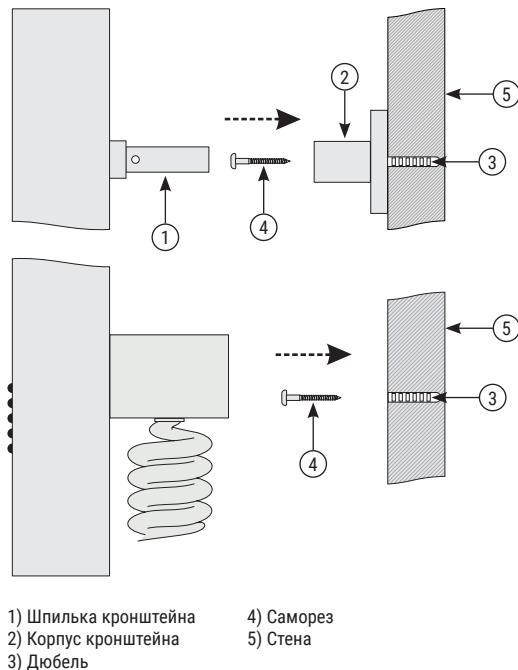

Рис.1
- 4.3. Монтаж РЭБ к стене осуществляется телескопическими кронштейнами, что позволяет регулировать расстояние от стены до изделия (рис. 1).